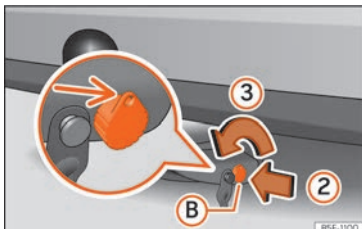

Abb. 300 Schloss entriegeln
- Stecken Sie den Schlüssel (B) in Pfeilrichtung (2) in das Schloss »» Abb. 300.
- Drehen Sie den Schlüssel in Pfeilrichtung (3), so dass der gelochte Teil des Schlüssels nach oben zeigt.